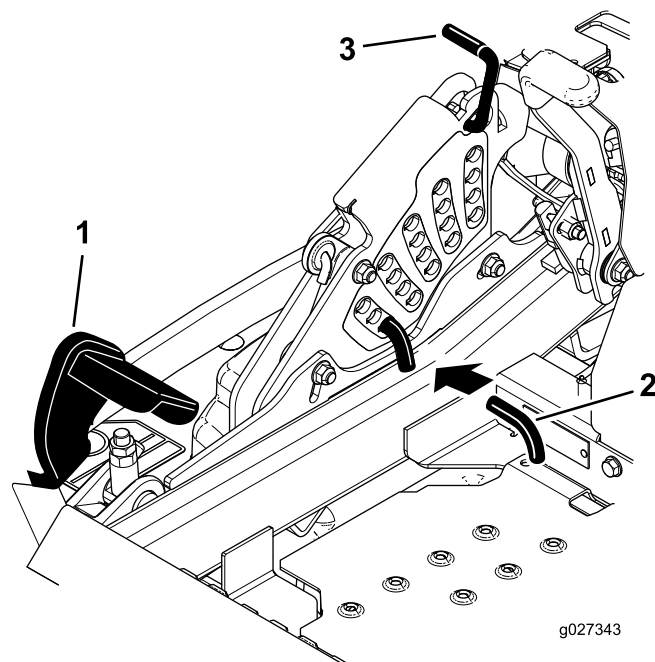

Figure 104
5. Enfoncez la pédale de relevage du tablier de coupe au maximum pour verrouiller le tablier à la position transport de 14 cm (5½ po) (Figure 104).